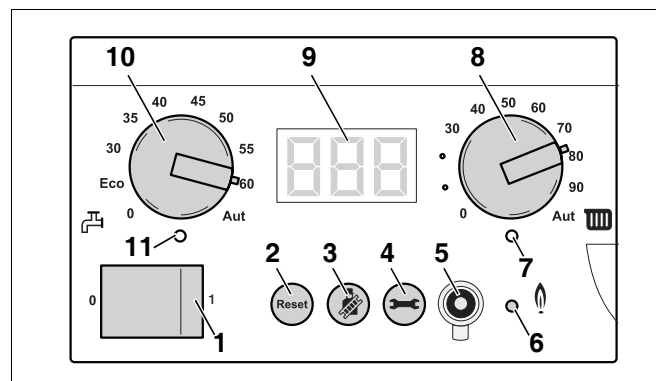

Fig. 86 Basiscontroller BC10
- Tryk på "skorstensfejer"-tasten (fig. 86, **pos.3**), og hold den nede (ca. 2 sekunder), indtil punktet nederst til højre på displayet (fig. 86, **pos. 9**) vises. Se endvidere tab. 9, "Røggastest", side 42.
- Når LED "Brænder" lyser, (fig. 86, **pos. 6**) skal du vente et minut, til gaskedlen brænder på fuld belastning.
- Tryk på "skorstensfejer"-tasten (fig. 86, **pos. 3**) for at afslutte målingen. Se endvidere tab. 9, "Røggastest", side 42.